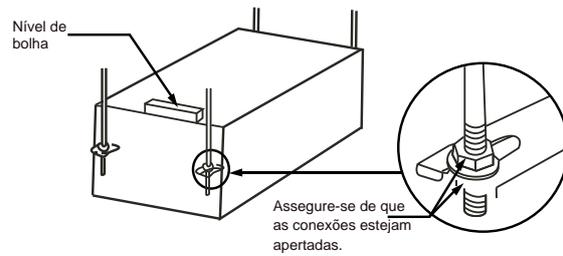

Figura 3.2
3. Use um nível para verificar que o corpo da unidade está nivelado. (não incline para baixo na direção lateral onde nenhuma água será descarregada. O melhor é inclinar na direção em que a água será descarregada). Consulte a Figura 3.2.